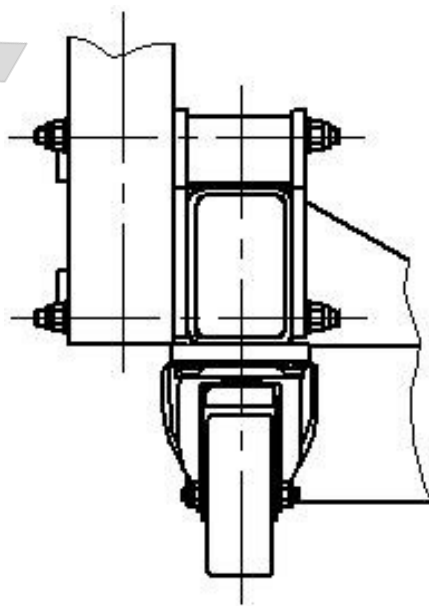

Рис. 2 Установка стоек
5.2. При помощи шпилек, гаек и шайб закрепите на нижней раме стойки (поз. 2 и 3), как показано на рис. 2.